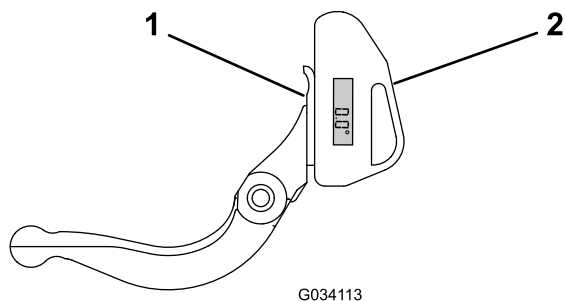

Figura 24
- Coloque el indicador de ángulo en el lado inferior de la contracuchilla, según se muestra en Figura 24.